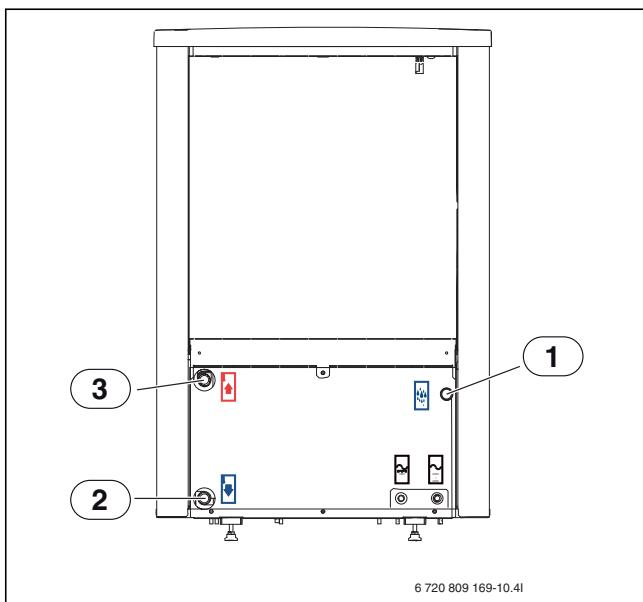

Рис. 79 Описание соединения теплового насоса относится ко всем типоразмерам.
- Установите грязевой фильтр, рассчитанный для использования на улице, на обратный поток в тепловой насос, непосредственно на теплообменник (→ [2], Рис. 79).